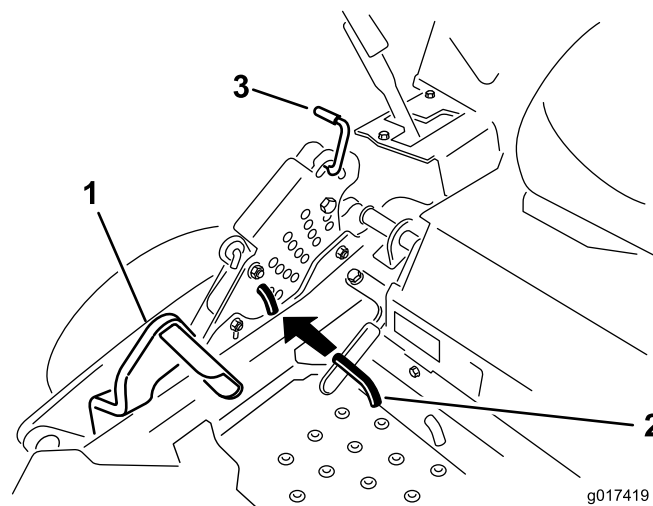

Figure 71
5. Enfoncez la pédale de relevage du tablier de coupe au maximum pour verrouiller le tablier à la position de transport de 14 cm (5,5 po) (Figure 71).